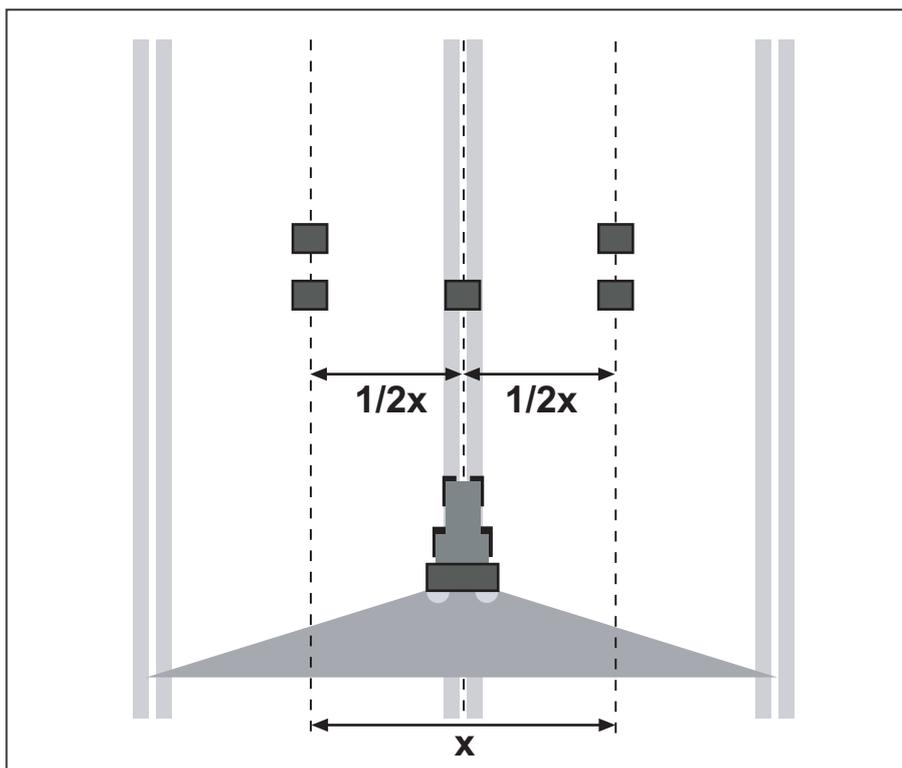

Figure 7.24 : Plan de disposition pour un passage
- Placer deux bacs collecteurs à une distance de **1 m** l'un derrière l'autre dans les zones de recouvrement (entre les passages) et un bac sur la trace (conformément à la figure 7.24).